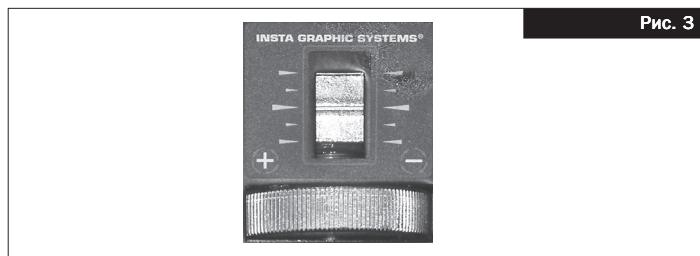

Рис. 3
- Для выбора температуры или времени нужно последовательно нажать кнопку «MODE» (3)
- Установите нужную температуру. Для этого, на панели удерживая кнопку «SET» (2) дискретно нажимайте кнопку «▲» (4), чтобы поднять температуру или кнопку «▼» (5), чтобы уменьшить.
- Установите нужное время. Для этого, на панели удерживая кнопку «SET» (2) дискретно нажимайте кнопку «▲» (4) чтобы увеличить время или кнопку «▼» (5), чтобы уменьшить его.
- Установите нужное давление с помощью регулятора, находящегося на ручке прижима термопресса (рис. 3).